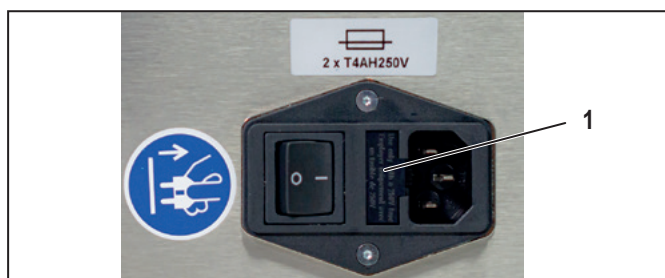

Bild 8.5 Sicherungsfach öffnen
- Hebeln Sie das Sicherungsfach mit einem Schlitzschraubendreher heraus, siehe Bild 8.5, 1.